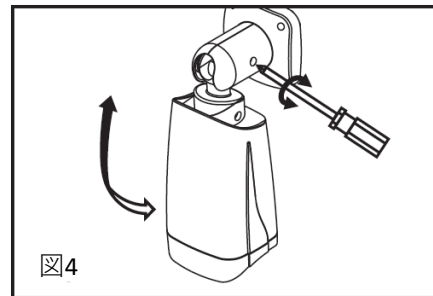
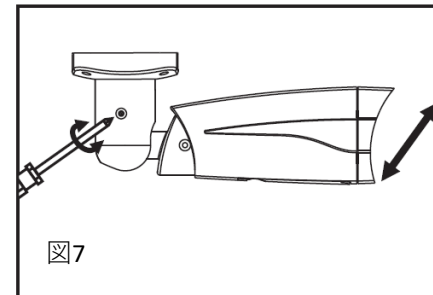

図4
図7
- ①本カメラは4軸の画角調整が出来ます。
- ②カメラの画角固定ネジをスクロードドライバーで緩めてから画角を調整しネジを締めて下さい。(図4~図7を参照願います。)